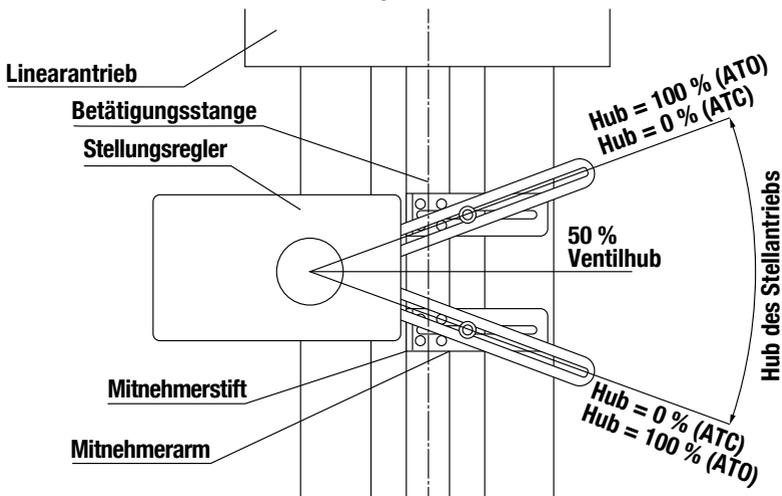

Abbildung 4. Grundeinstellung für einen linearen pneumatischen Antrieb
**Hinweis:** Ein leicht unsymmetrischer Einbau erhöht die Linearitätsabweichung, beeinträchtigt aber nicht die Leistung des Geräts. Je nach Größe und Hub des Stellantriebs kann es erforderlich sein, den Abzugsarm (Abbildung 4) um 180° zu drehen und ihn auf der gegenüberliegenden Seite der Spindelklemmhalterung zu befestigen.
### **Einstellung des Mitnehmerstifts (Abbildung 4)**